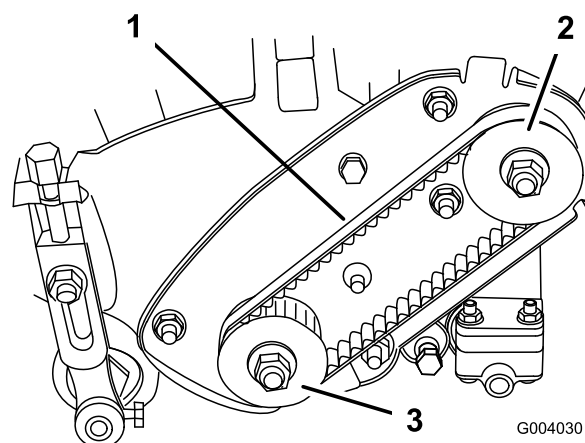

図 31
2. プーリ間の中央（図 31）でベルトを指で押して点検する。押す力は1.5～2.5 kg程度。たわみが6 mm 程度あるのが適正。たわみがこの範囲になれば、以下の要領で調整する。